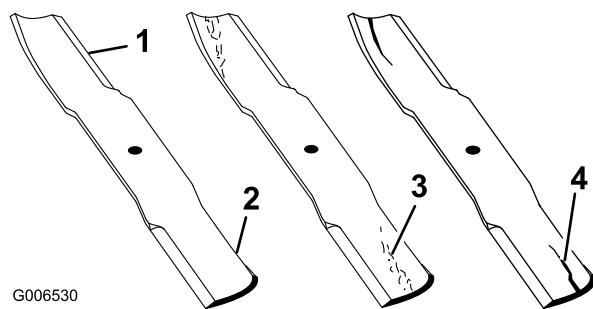

Figura 47
1. Inspecione los filos de corte (Figura 47). Si los bordes no están afilados o tienen muescas, retire las cuchillas y afílelas. Consulte Afilado de las cuchillas.
2. Inspecione las cuchillas, especialmente la parte curva (Figura 47). Si observa daños, desgaste o la formación de una ranura en esta zona (elemento 3 en la Figura 47), instale de inmediato una cuchilla nueva.